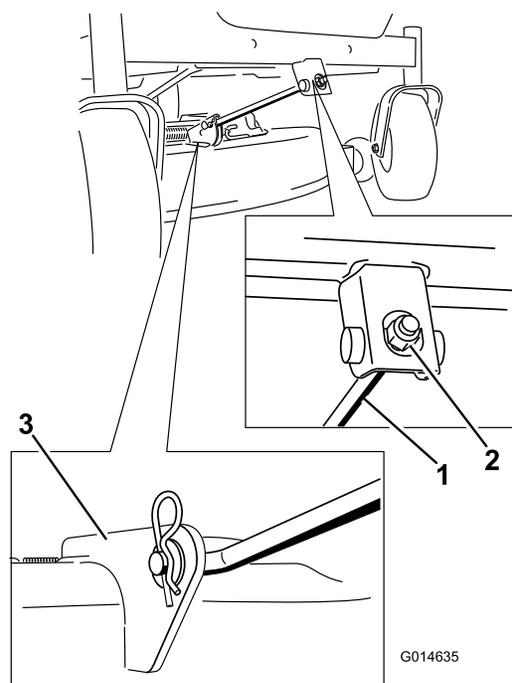

Figure 64
6. Pour les tabliers de coupe de 152 cm (60 po), déposez les 2 ressorts de levage du tablier (Figure 64).
4. Retirez la goupille fendue de la tige de support avant et déposez la tige du support de tablier (Figure 64).
7. Fixez la tige de support avant au tablier de coupe à l'aide de l'axe de chape et de la goupille fendue (Figure 64).